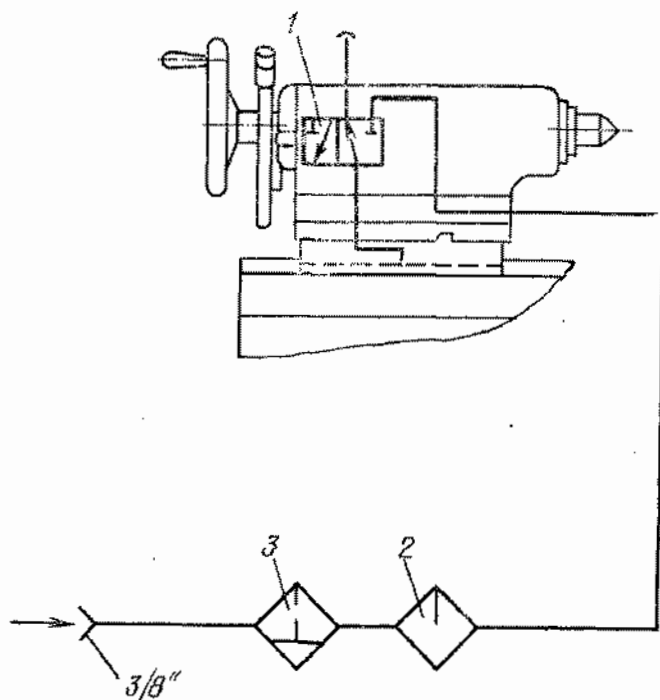
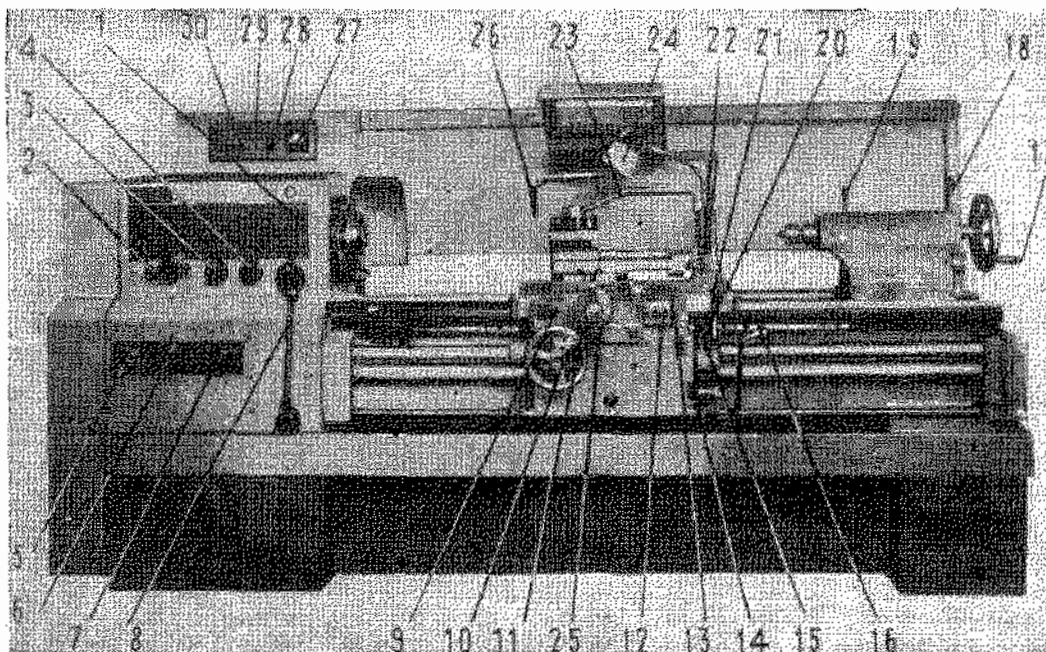

Рис. 8. Схема пневмооборудования
Рис. 9. Органы управления станком
Подача воздуха на направляющие производится при нажатии кулачка, укрепленного на рукоятке 18 (рис. 9), на толкатель клапана 1 (рис. 8) при перемещении рукоятки на рабочего. По окончании работы салфеткой удалить влагу с направляющих и покрыть их тонким слоем масла.
12.1.1. Установка числа оборотов шпинделя осуществляется двумя рукоятками 1 и 2 (рис. 9) по таблице (рис. 10), помещенной на шпиндельной